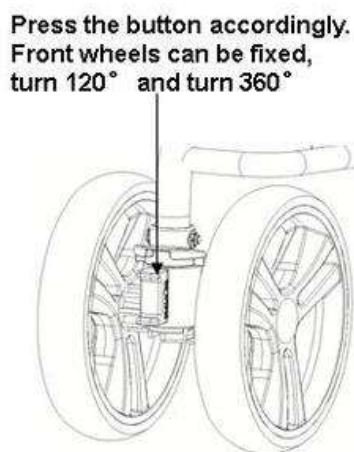

Figure 5
2. Lorsque le bouton directionnel est appuyé vers le bas pour se désengager du tube fixe, un retour tactile distinct est ressenti pendant le mouvement vers le bas. Les roues avant peuvent alors tourner de 60° vers la gauche et de 60° vers la droite, comme illustré dans les Figures 5 et 6.
3. Lorsque le bouton directionnel est appuyé encore plus bas et qu'un autre retour tactile distinct est ressenti, les roues avant peuvent tourner à 360°, comme illustré dans la Figure 5.